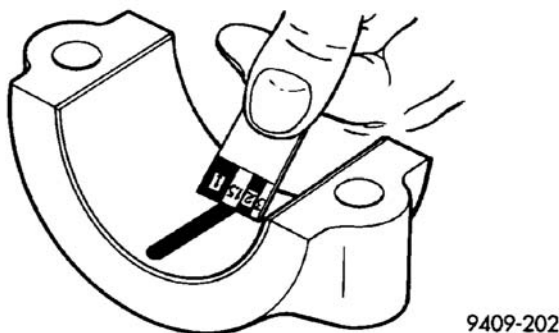

图 61 间隙测量
(5) 卸下轴承盖并将整平的塑料间隙规宽度（图 61）与包装提供的公制尺进行比较。确定带条最接近相同的宽度。该区域以千万之几示出间隙量。末端之间的读数差即为当时的锥度。记录所有读取的读数。
(5) 小心地卸下轴承盖和用塑料量规组件上的刻度测量在塑料量规的最宽部分测量塑料规的宽度（图 61）。参见发动机规格中的合适间隙（参见 9-发动机-规格）。若间隙超过规定的极限，用相应尺寸的主轴承更换；若必要，将曲轴机械加工成下一个小尺寸。